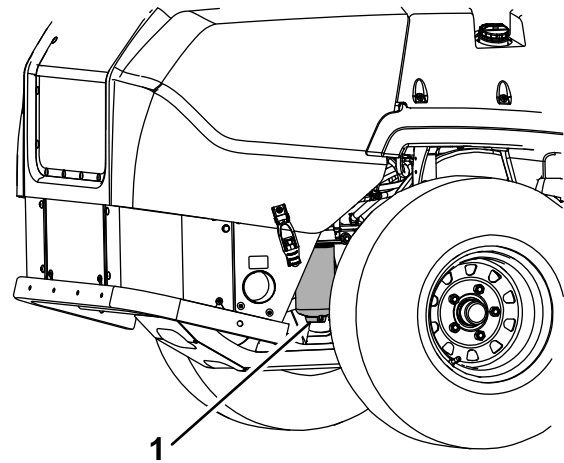

Figura 44
4. Abra el tapón de vaciado del separador de agua aproximadamente una vuelta para que se vacíen el agua y otros contaminantes (Figura 44).